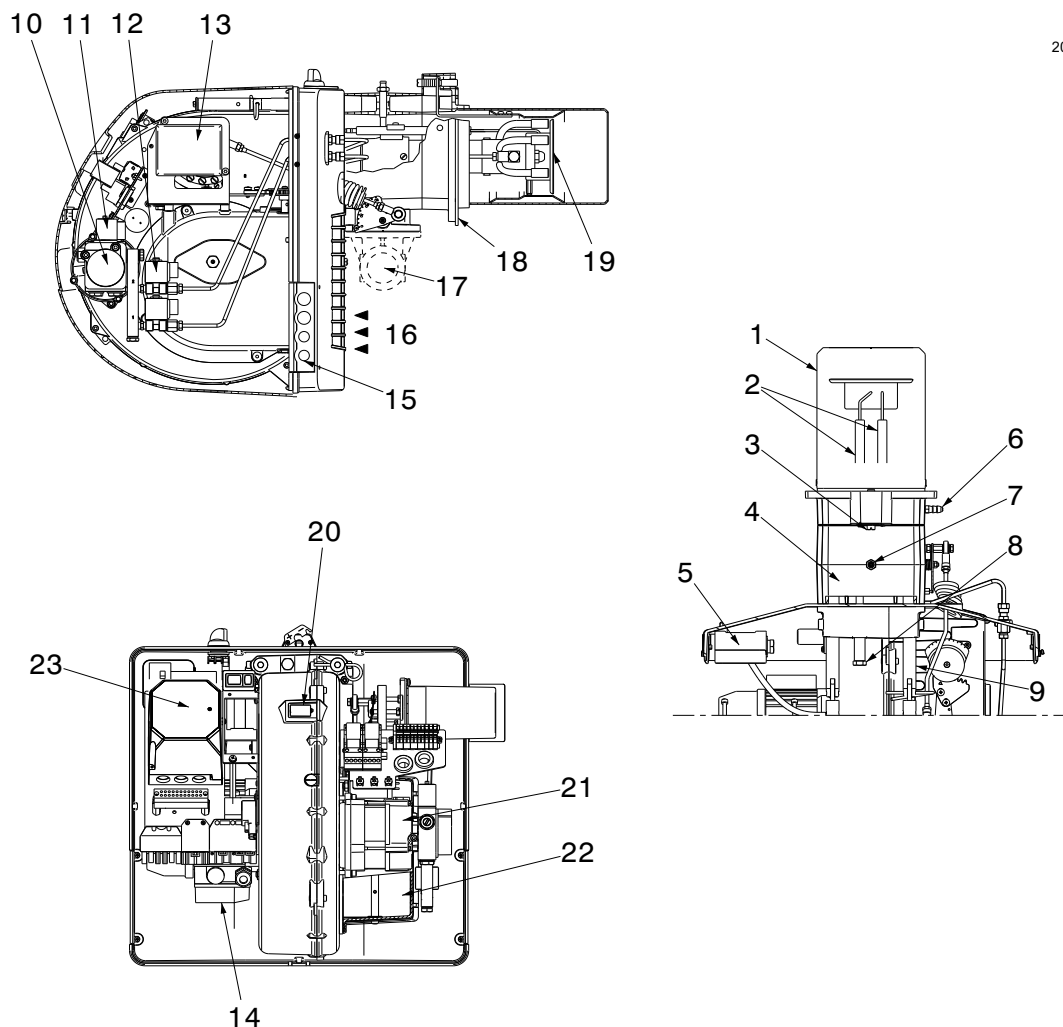

Fig. 4
(1) Condizioni di riferimento: Temperatura ambiente 20°C - Temperatura gas 15°C - Pressione barometrica 1013 mbar - Altitudine 0 m s.l.m.
(2) Pressione alla presa 7)(Fig. 4) con pressione zero in camera di combustione ed alla potenza massima del bruciatore.
(3) Pressione sonora misurata nel laboratorio combustione del costruttore, con bruciatore funzionante su caldaia di prova, alla potenza massima. La Potenza sonora è misurata col metodo "Free Field", previsto dalla Norma EN 15036, e secondo una accuratezza di misura "Accuracy: Category 3", come descritto dalla Norma EN ISO 3746.